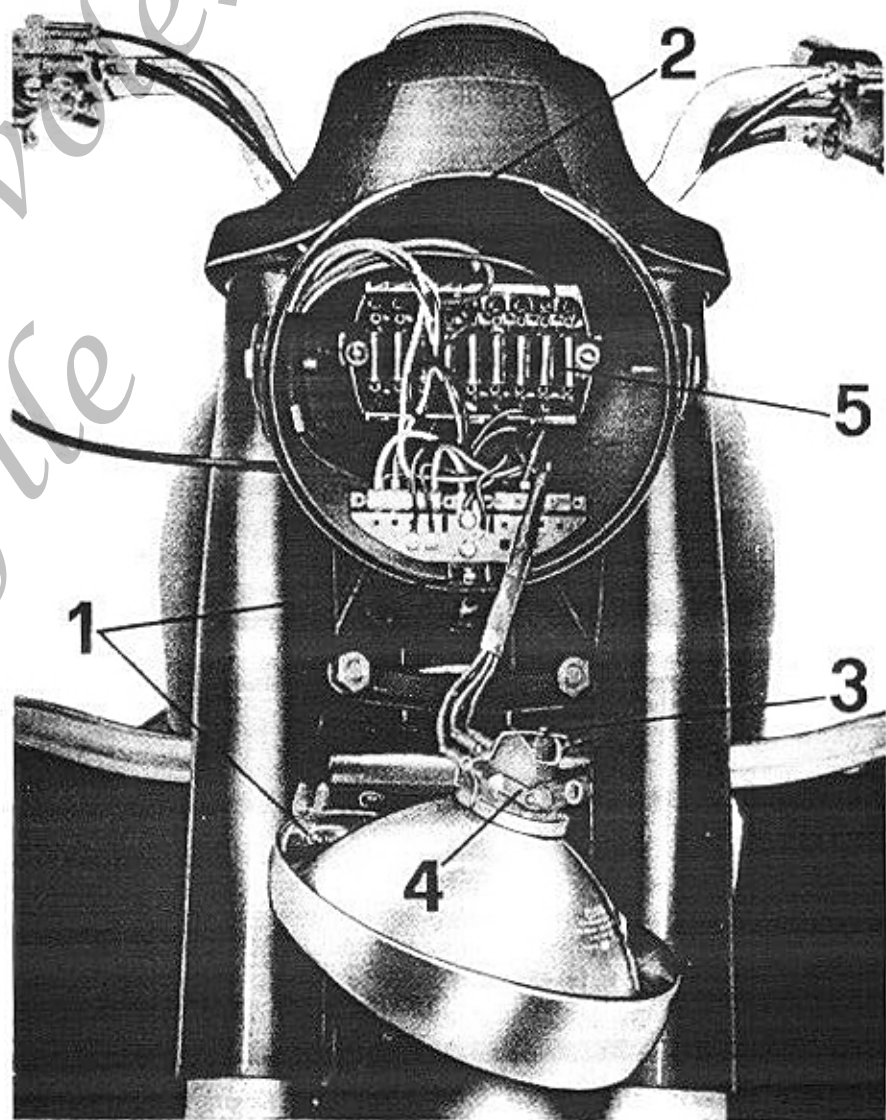

Fig. 36
Faro anteriore (vedere fig. 36)
Valvole di protezione dell'impianto elettrico «fusibili» (vedere 5 di fig. 36)
Le valvole sono poste sulla morsettiere all'interno del faretto, per accedere alle valvole, occorre svitare la vite (1) che tiene la ghiera del gruppo ottico e sfilarla dall'orecchietta superiore (2) «vedere fig. 36».